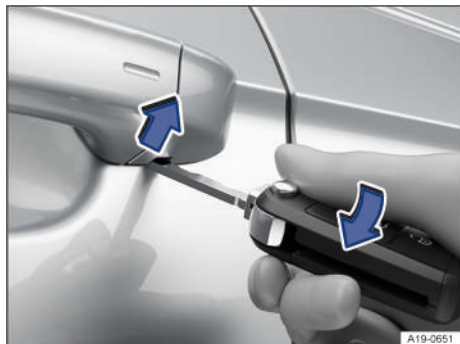

Fig. 72 Manilla de la puerta del conductor: desprender la caperuza haciendo palanca.
3. Desprenda la caperuza haciendo palanca con la llave en el sentido de la flecha → fig. 72.